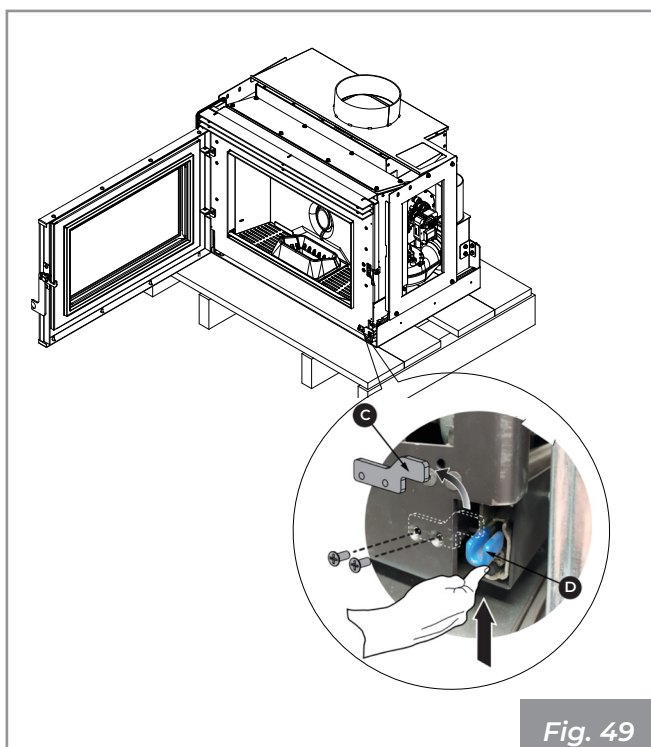

Fig. 49
- Retirer les vis (A) et extraire le panneau.
- Utiliser une brosse à cordon flexible pour nettoyer les tuyaux d'échange présents dans la chambre de combustion (Fig. 49)